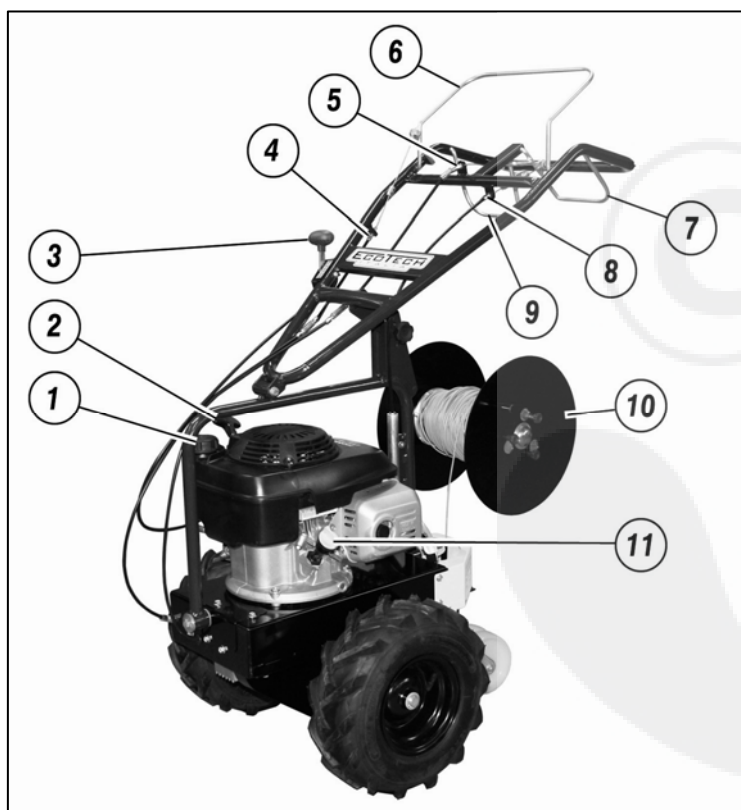

Fig.1
- Kontrollera att oljenivån inte står under miniminivån: skruva ur pluggen (fig.1 nr.11), rengör oljestickan med en ren trasa och skruva tillbaka pluggen. Skruva ur den igen och försäkra Er om att nivån står mellan de båda märkningarna för minimum och maximum. Om nivån är under minimistrecket, tillsätt olja tills optimal nivå uppnås. (be om rätt typ av olja hos Er återförsäljare).
- Kontrollera att alla spakar står i friläge (fig.1 nr.6/nr.9).
- För att kallstarta motorn ställ gasreglaget (fig.1 nr.3) i läget START.
- Greppa starthandtaget för motorn (fig.1 nr.2) och dra energiskt i det. Vänta någon minut tills arbetstemperaturen nås innan Ni ger full gas.
Innan arbetet påbörjas ska kabeln placeras på upprullaren, nedläggningsdjupet regleras, kabelns ände bindas till ett spett, alla personer, djur och värdeföremål inom en radie av minst 15 meter avlägsnas, och sedan motorn startas och arbetet påbörjas när den är varm. För spaken för inkoppling av fräsens rotation i botten (fig.1 nr.9), för spaken för framåtdriften i botten (fig.1 nr.1) och påbörja arbetet med största försiktighet. Läs noggrant beskrivningen av operationerna som anges nedan. Under sommaren eller då jorden är torr rekommenderas det att vattna gräsmattan ordentligt dagen innan arbetet ska utföras.
**MASKINEN KRÄVER INKÖRNING! UNDER DEN FÖRSTA DRIFTSTIMMEN JUSTERAS REMMARNAS SPÄNNINGSFJÄDRARNA ALLTID ARBETAR KORREKT** (fig.1 nr.4/n.5).
För att använda maskinen på bästa sätt med tanke på variationen av kablar och rulltyper som finns på marknaden, rekommenderas det att rulla upp kabeln på den avsedda upprullaren (fig.1 nr.10) med hjälp av spaken som sitter på upprullaren. Det är viktigt att rulla upp kabeln moturs för att säkerställa att den rullas av perfekt under arbetet (fig. 2). Om man istället vill använda rullar som redan har kabel, kan man demontera upprullarens vänstra vägg genom att lossa de tre knopparna (fig.3) och vrida lätt på väggen, placera rullen på upprullarens rör med eventuella adaptrar, och sedan montera tillbaka väggen och dra åt de tre knopparna i botten. När kabeln väl har placerats på upprullaren ska kabelns ände stickas in i röret på fenan (fig. 4) tills den kommer ut på undersidan med ett par centimeter.
För att reglera nedläggningshastigheten, vrid på gasreglaget (fig.1 nr.3) för att höja eller minska motorvarvet. Reglera **ALDRIG** hastigheten genom att låta växellådans koppling slira. Detta förorsakar allvarliga skador på transmissionens mekaniska del. Framåtdriftens spak (fig.1 nr.9) ska **ALLTID** vara i botten, det vill säga vidröra styret.
När man vill arbeta under buskar, utstickande grenar, stolpar eller någon typ av hinder från sidan, är det möjligt att luta styret åt andra hållet från hindret sett (fig. 10). För att reglera lutningen dra i botten spaken som sitter på styrets undre vänstra del (fig.1 nr.7) och sätt dess pinne i något av de nio hål som sitter på kuggstångsdrevet vid styrets bas. Maskinen möjliggör alltså fyra lutningsnivåer till höger och fyra till vänster.
När arbetet är slutfört, för att stoppa motorn för gasreglaget (fig.1 nr.3) till läget STOP och (eller om motorn inte har något, använd stoppbrytaren efter att ha fört ner motorvarvet på tomgång), och om sådan finns, stäng bränslekranen. Efter arbetet är det oombärligt att rengöra och fetta in fräshuvudet (se följande avsnitt).